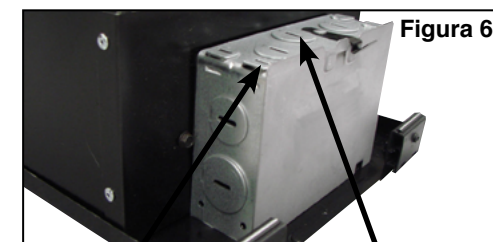

Figura 6
2. Retire la tapa de la caja de empalmes y conecte el servicio eléctrico de la siguiente manera: (Figura 6)